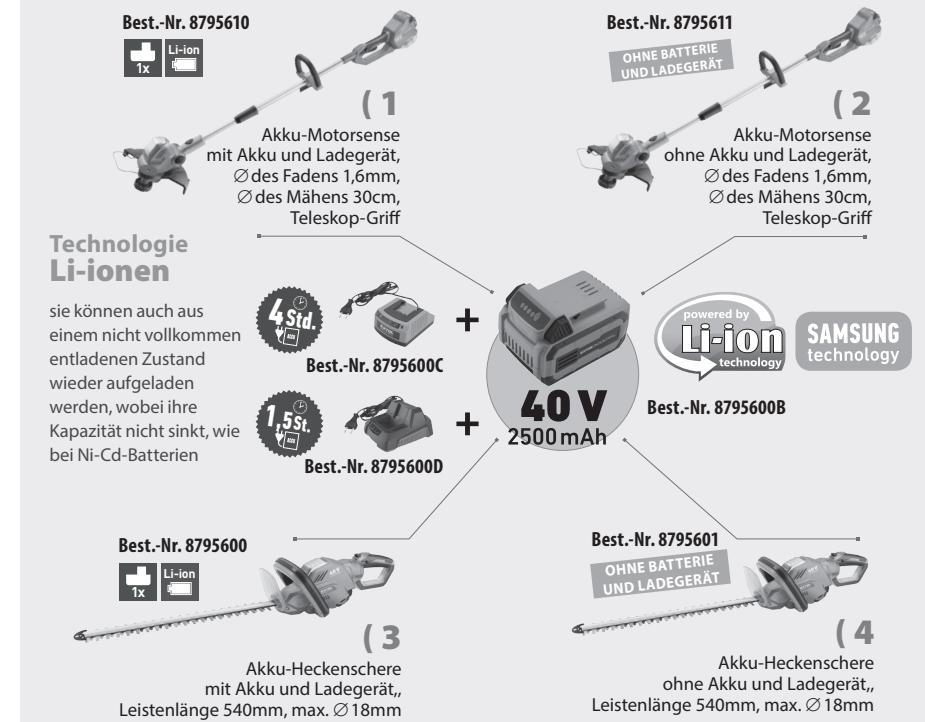

Abb. 1
- Die Akku-Schere Extol Industrial ® 8795600 wird zusammen mit dem Akku 8795600B und einem 4-Stunden-Ladegerät 8795600C und die Akku-Schere Extol Industrial ® 8795601 wird ohne Akku und Ladegerät wegen einem niedrigeren Kaufpreis geliefert, falls zuvor die Akku-Motorschere Extol Industrial ® 8795610 mit dem notwendigen Akku und dem 4-Stunden-Ladegerät gekauft wurde. In der nachstehend dargestellten Übersicht (Abb. 1) sind die Bestellnummern der Akku-Motorschere und der Akku-Heckenschere ohne Akku und Ladegerät oder mit Akku und einem 4-Stunden-Ladegerät angegeben, da